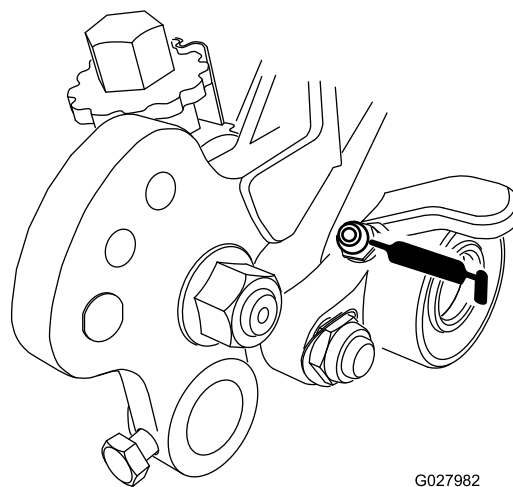
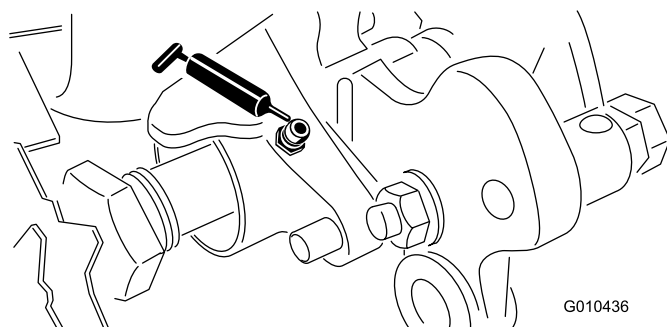

Figura 17
Figura 18
33. Lubrique los cojinetes del acondicionador (Figura 17 y Figura 18) cada semana o después de cada 10 horas de uso, antes de cualquier periodo prolongado de inutilización, e inmediatamente después de cada lavado. Bombee grasa en cada engrasador hasta que aparezca